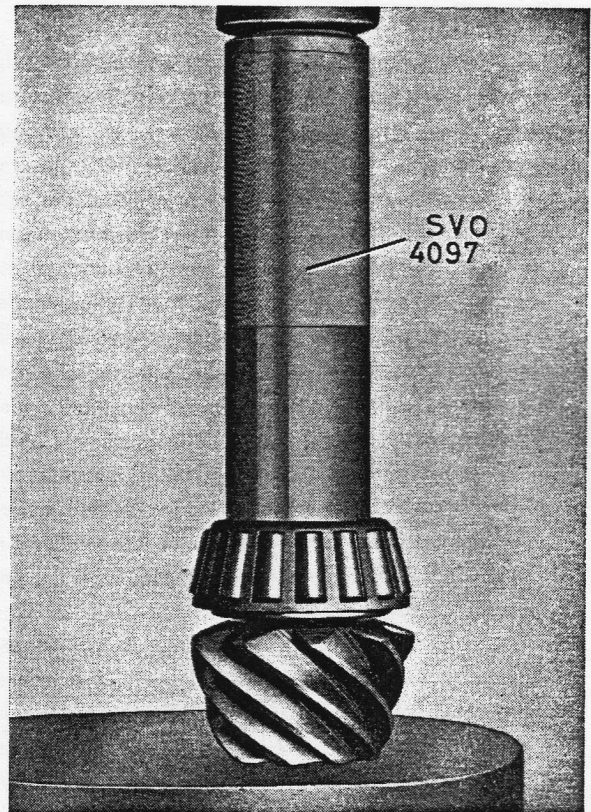

Bild 5-32. Einbau des hinteren Antriebskegelradlagers
triebskegelrad (16) aufpressen, Buchse SVO 4097 verwenden, siehe Bild 5-32.